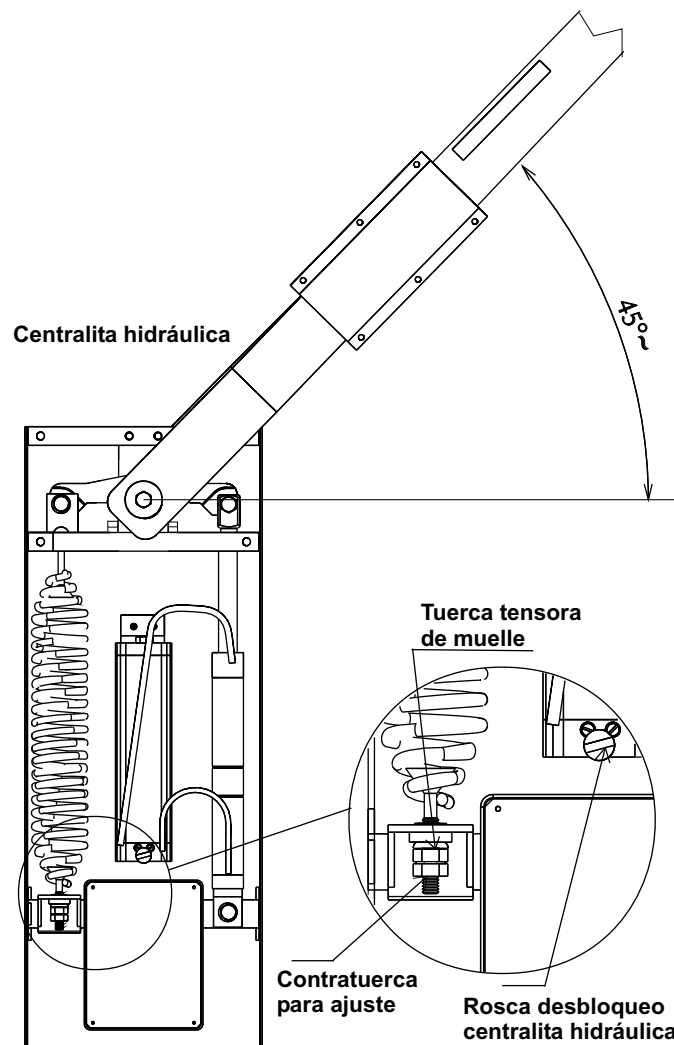

Fig. 8
- Destornillar o atornillar la tuerca tensora de muelle hasta que el muelle alcanza el punto de equilibrio con el mástil inclinado a 45° (Fig. 8). La condición optimal de un perfecto equilibrio se obtiene cuando el mástil está parado en la posición señalada en la Fig. 8.